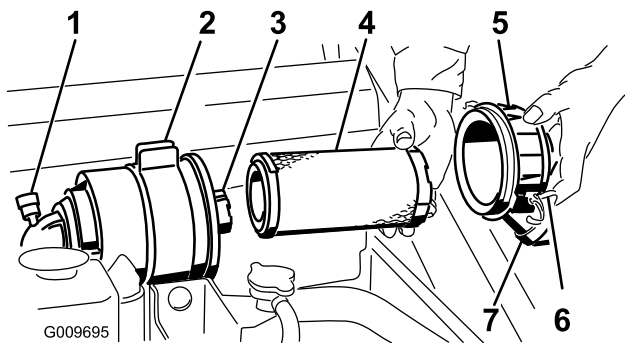

Figura 33
Importante: Revise el filtro del limpiador de aire únicamente cuando el indicador de mantenimiento se ve rojo (Figura 33). El cambiar el filtro antes de que sea necesario sólo aumenta la posibilidad de que entre suciedad en el motor al retirar el filtro.
4. Abra los cierres del limpiador de aire y tire de la tapa del limpiador de aire para separarla de la carcasa del limpiador de aire (Figura 33).
- Si va a cambiar el filtro de seguridad, deslice cuidadosamente el filtro nuevo en el cuerpo del filtro (Figura 33).
- Deslice cuidadosamente el filtro primario por encima del filtro de seguridad (Figura 33). Asegúrese de que está bien asentado empujando sobre el borde exterior del filtro mientras lo instala.
- Instale la tapa del limpiador de aire con el lado que lleva la palabra UP hacia arriba, y fije los cierres (Figura 33).
- Extraiga con cuidado el filtro primario del cuerpo del limpiador de aire (Figura 33). Evite golpear el filtro contra el lado de la carcasa.